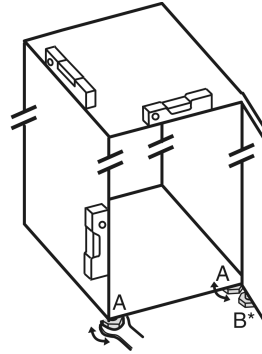

Fig. 4
- ▶ Відкручуйте ніжки Fig. 4 (A) наявним у комплекті гайковим ключем із відкритим зівом і за допомогою рівня, доки пристрій не стоятиме рівно на поверхні та його не буде вирівняно.
- ▶ Відкручуйте регульовану ніжку Fig. 4 (B) на опорному кронштейні наявним у комплекті гайковим ключем із відкритим зівом, доки вона не прилягатиме до підлоги.
- ▶ Поверніть регульовану ніжку Fig. 4 (B) ще на 90°.